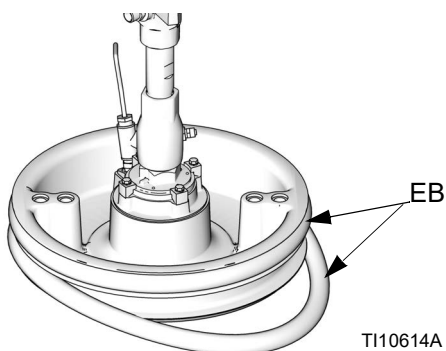

FIG. 42
1. Använd trä- eller plastredskap så att inte skrapan (EB) skadas och se till att få bort allt material ur tätningsspåren.
2. *Börja nedifrån* och vinkla en skrapa (EB) över baksidan av plattan. Se FIG. 42.
3. Sätt i skrapan (EB) i toppspåret och skjut in framsidan av skrapan i spåret.
4. 200-litersskrapa: Sätt i den andra skrapan (EB) i nedre spåret och dra framsidan på skrapan ner i spåret.